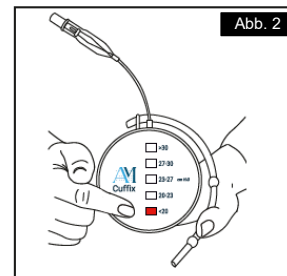

Abb. 2
3. Ein blinkendes rotes Licht zeigt an, dass der Druck unter 20 cm H₂O liegt [Abbildung 2]